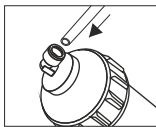

Bild. 8
- 3) Kartusche mit den Montageschläuchen verbinden. **ACHTUNG! Darauf achten die Montageschläuche nicht zu knicken (Bild 8).**